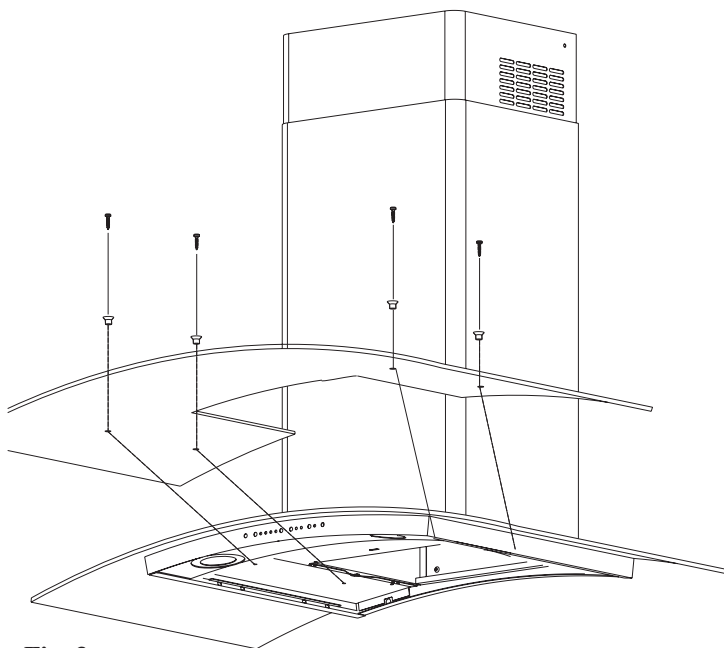

Fig. 3
- Fissare il mantello in vetro sopra la cappa con 4 boccole e 4 viti 6x20 (**Fig. 3**)